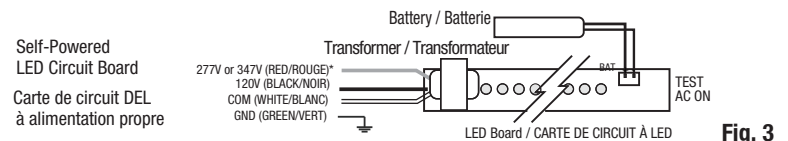

Fig. 3
5. Make proper wiring connections between the incoming AC supply and the circuit board transformer: RED = Line 347 V or 277 V if applicable; BLACK = Line 120 V; WHITE = Neutral (Fig. 3).
5. Effectuer les branchements appropriés (dans la boîte de jonction) entre l'alimentation CA et le transformateur de la carte de circuit: ROUGE – ligne de 347 V ou 277 V si applicable; NOIR – ligne de 120 V; BLANC – neutre (Fig. 3).
Pour les unités munis d'un sélecteur de tension d'alimentation CC et deux fils: ajuster le sélecteur à la tension désirée avant de faire les branchements: BLEU= (-), JAUNE= (+)(Fig. 3).
6b. MODÈLE AUTO-ALIMENTÉ – EN OPTION: brancher les connecteurs de la batterie dans les connecteurs pour la batterie sur la carte de circuit imprimé DEL (Fig. 3).
5. Effectuer les branchements appropriés (dans la boîte de jonction) entre l'alimentation CA et le transformateur de la carte de circuit: ROUGE – ligne de 347 V pour tous les unités ou 277 V si applicable; NOIR – ligne de 120 V; BLANC – neutre (Fig. 3).
2. Check the AC connections to the transformer. Insure that the input voltage wiring matches the markings on the transformer wires being used (Fig. 3).
1. Check the DC wire connections. Insure that the DC input voltage wiring matches the markings on the LED board wires being used, and that the polarity is correct (Fig. 3).
2. Vérifier les connexions CA de l'assemblage transformateur. S'assurer que le filage de la tension d'entrée correspond avec le marquage sur les fils de l'assemblage transformateur utilisés (Fig. 3).
1. Vérifier les connexions des fils CC. S'assurer que la tension d'entrée CC corresponde avec les fils du circuit imprimé DEL utilisés et que la polarité soit correcte (Fig. 3).